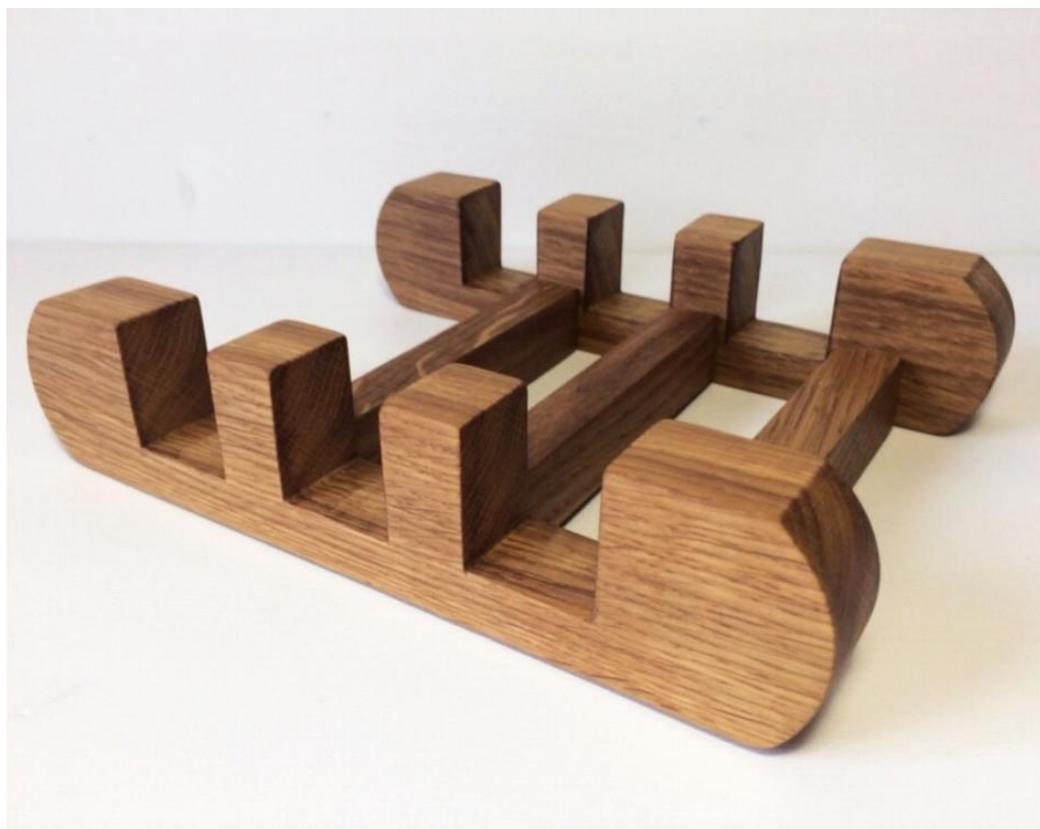

Рис. 2. Пример подставки под разделочные доски
1. Самостоятельно спроектируйте и изготовьте подставку, пример на Рис. 2.